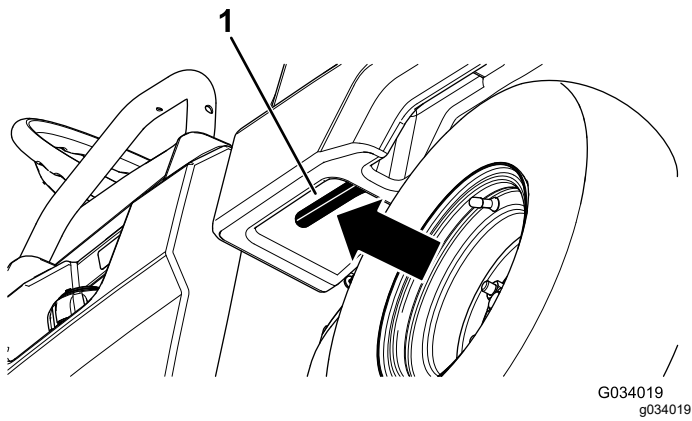

图 14
1. 向左拉操纵杆使货斗内部朝向您然后升起货斗图 14。
1. 提起门锁控制杆轻微升起货斗图 14。